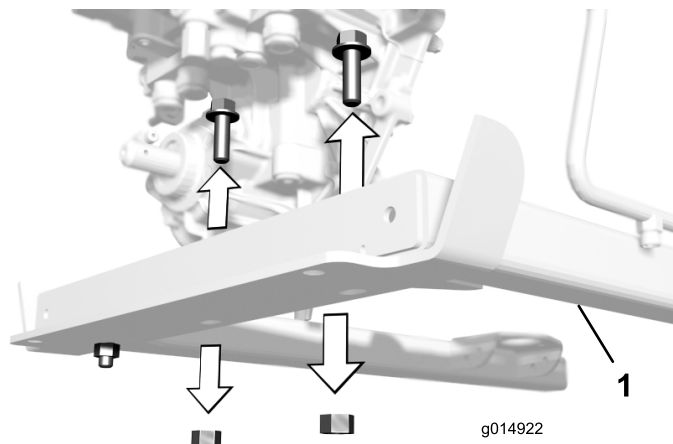

図 1
2. フレーム部材から外側ねじ（2本）とナット（図 1 に示すもの）を外す。